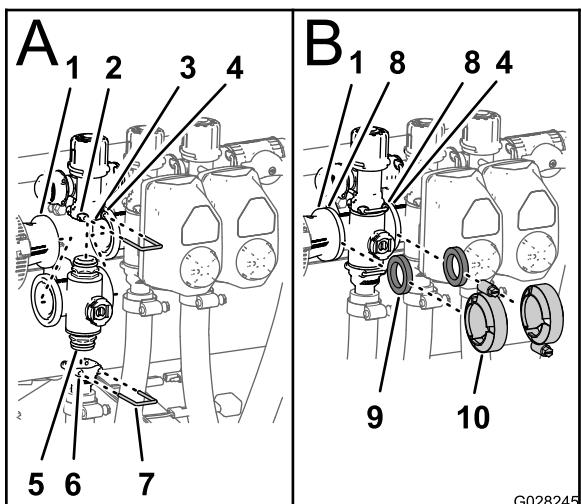

Figura 144
1. Insira a união do tampão superior da válvula do coletor na união da distribuição (Figura 144).
2. Prenda a união do tampão à união da distribuição ao inserir uma fixação na entrada da união da distribuição (Figura 144).
3. Monte a união de saída na união do tampão inferior da válvula do coletor (Figura 144).
4. Prenda a união do tampão à união de saída ao inserir uma fixação na entrada da união de saída (Figura 144)
5. Alinhe uma junta entre as flanges do acoplador de redução e do coletor da válvula de secção (Figura 144)
6. Monte o acoplador de redução, junta e coletor da válvula de secção com uma braçadeira e aperte bem à mão (Figura 144).
7. Se instalar as duas válvulas de secção mais à esquerda, alinhe uma junta entre as flanges dos dois coletores da válvula de secção adjacentes (Figura 144).
8. Monte os dois coletores da válvula de secção adjacentes e junta com uma braçadeira e aperte bem à mão (Figura 144).